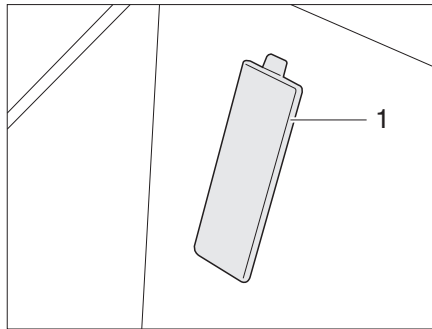

Bild 373 Täckplatta chassinumret (basfordon Fiat)
- ▷ På fordon med Fiat-chassi sitter chassinumret bakom en täckplatta (Bild 373,1) vid ingången på passagerarsidan.